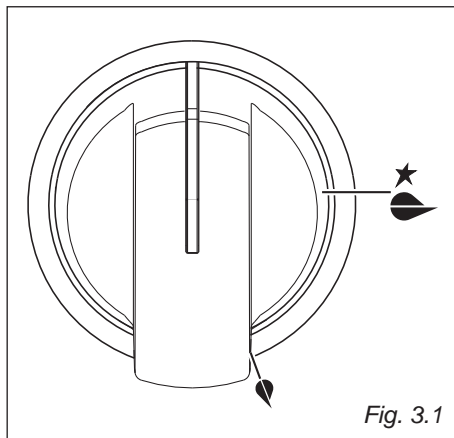
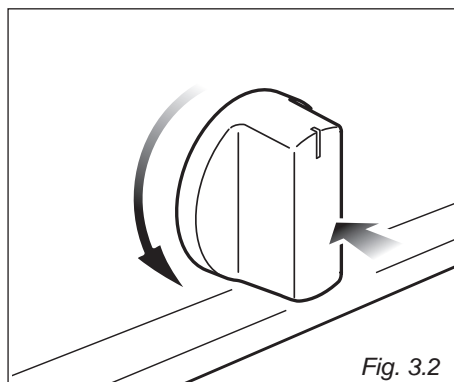

Fig. 3.1
Fig. 3.2
- Lossa kopplingsboxens lock genom att sätta in en skruvmejsel i krokarna "A" (Fig. 3.1).
- Avlägsna skruven "F" (Fig. 3.2). Skruvarna i kopplingslisten avlägsnas.
**VIKTIGT! Vid elanslutningen måste skruvarna på baksidan bakom kopplingsboxen aldrig avlägsnas (Fig. 3.1).**
Gasflödet till brännarna justeras med kontrollvreden (fig. 3.1) som kontrollerar säkerhetsventilerna.
1. Tryck in vredet och vrid det åt vänster (Fig. 3.2) till symbolen för den största lågan  (Fig. 3.1). Håll knappen tills lågan tänds. Om lågan inte tänds prova med en tändsticka.